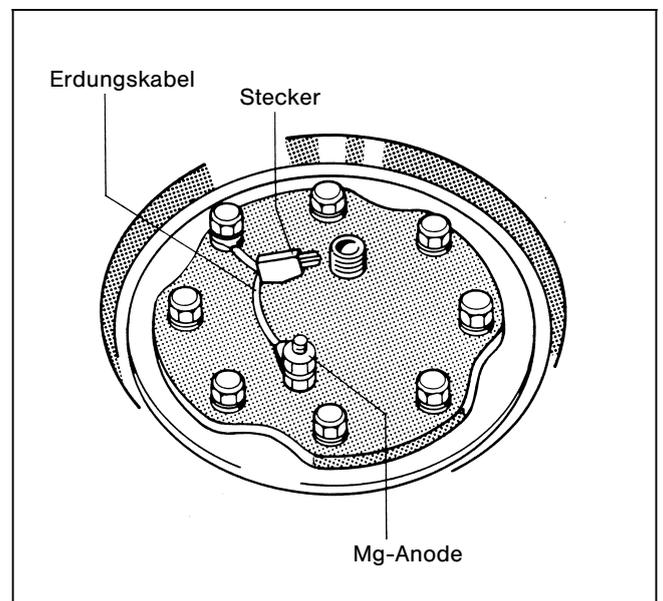

Abb. 11 – SU 300 (SUE 300)
- Prüfen, ob Erdungskabel der Magnesiumanode angeschlossen ist (Abb. 11).
- Sechskantschrauben aus oberem Handlochdeckel herausschrauben, Handlochdeckel mit Magnesiumanode abnehmen und Magnesiumanode prüfen (SU 300, Abb. 11).